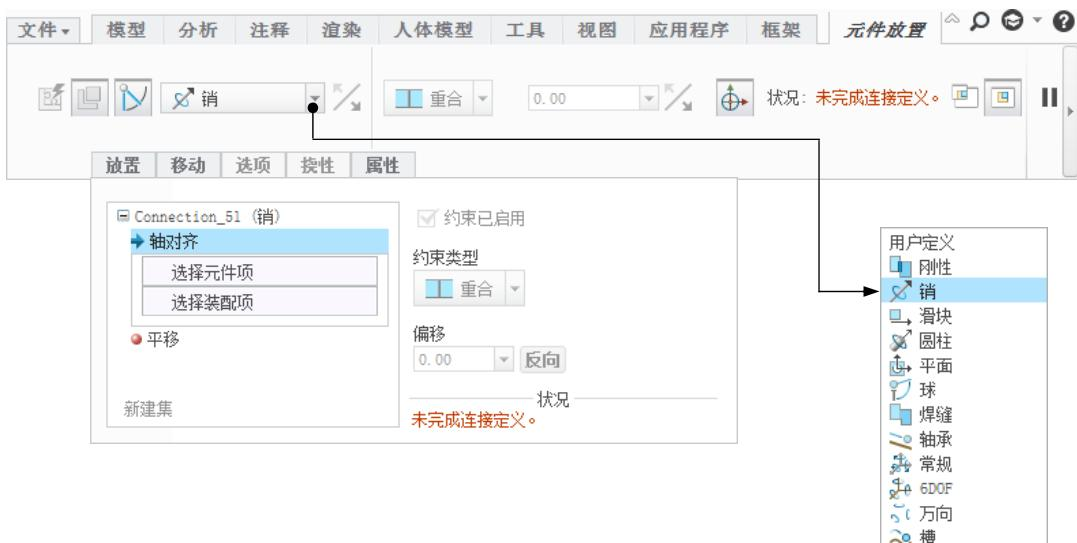

图 3.2.1 “元件放置”操控板
(1) 在“元件放置”操控板的机械连接约束列表中选择  **销** 选项，如图 3.2.1 所示。